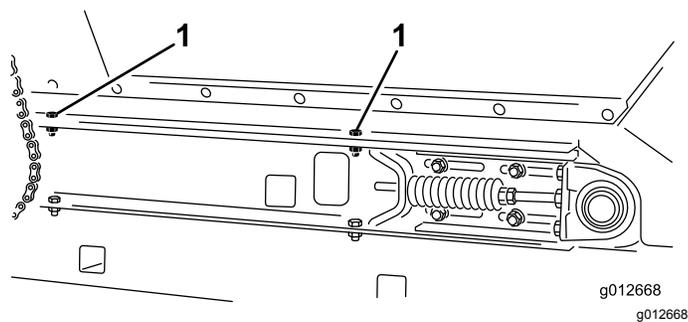

Figure 31
4. De chaque côté de la machine, fixez la trémie sur les rails du cadre coulissant (Figure 31) à l'aide des 2 vis, des 2 rondelles et des 2 contre-écrous que vous avez retirés sous Démontage du plateau coulissant (page 24).